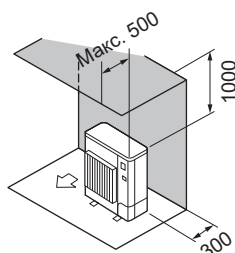

Fig. 2-8
- ② Перешкоди лише ззаду та зверху (Fig. 2-8)